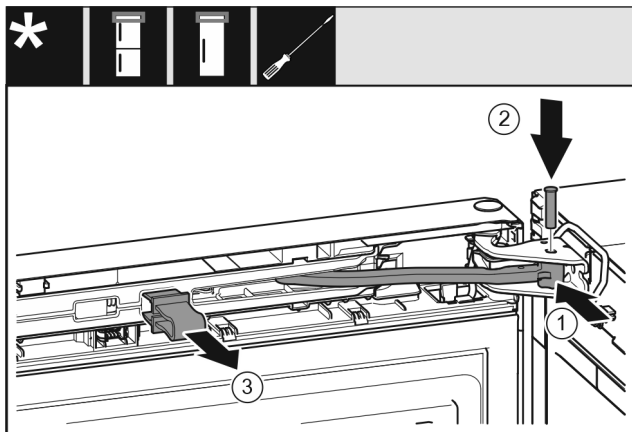

Fig. 50
- ▶ Pagrieziet šarnīru gultņa balstā. Fig. 50 (1)
- ▶ Ievietojiet tapu gultņa balstā un šarnīrā. Uzmaniet, lai aiztura izcilnis pareizi atrastos rievā. Fig. 50 (2)
- ▶ Noņemiet aizturi. Fig. 50 (3)